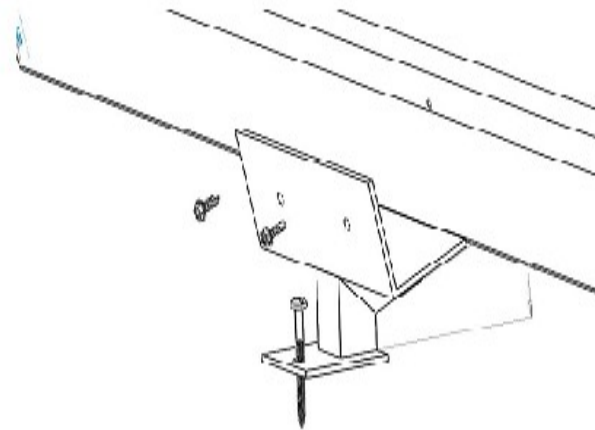

Figura 4 Anclaje del colector solar
- Anclar el colector solar con ayuda de los soportes, utilizando los taquetes de la misma forma en que se fijó la estructura de soporte (ver figura 4)